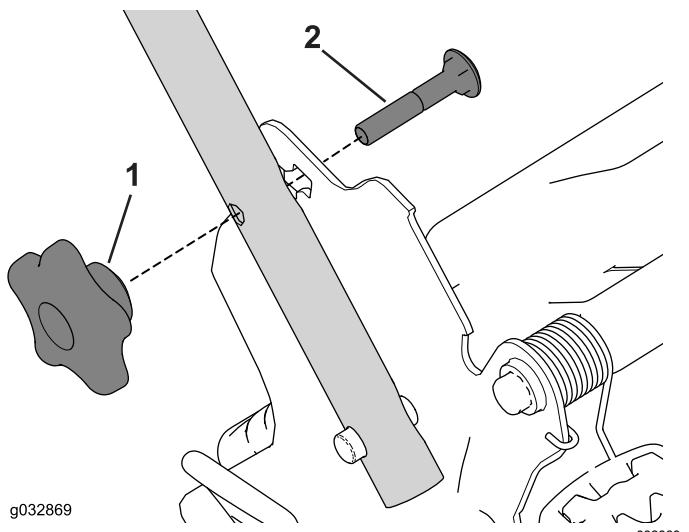

Figure 14
3. Insérez le boulon de carrosserie (la tête du boulon vers l'intérieur) dans le support du guidon et dans le trou supérieur à l'extrémité du guidon. Vérifiez que les bords carrée de chaque boulon de carrosserie s'engagent dans le trou carré supérieur ou inférieur du support de guidon correspondant (Figure 14).